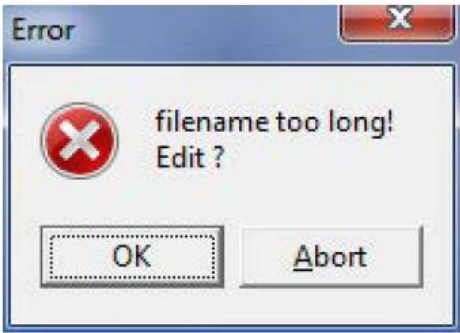

Рисунок 12
3.11 Подтвердите появившееся сообщение об ошибке, нажав на «ОК» (рисунок 12).